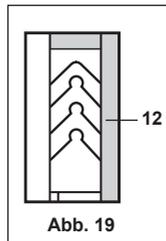

Abb. 19
**Hinweis:** Die untere Führungsbuchse wird mit der Rundung nach unten eingesetzt. Bei der Montage der Dachmanschetten sollten diese nacheinander eingesetzt werden (siehe Abbildung 19). Nachdem zwei oder drei Dachmanschetten montiert wurden, kann es erforderlich sein, sie und die Feder mit Hilfe der Stopfbuchsmutter zusammenzudrücken. Bei Bedarf wiederholen.